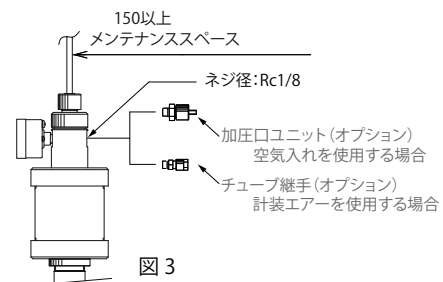

図3
- ・計装エアーで加圧するときはチューブ継手を取付けてください。【図3】参照